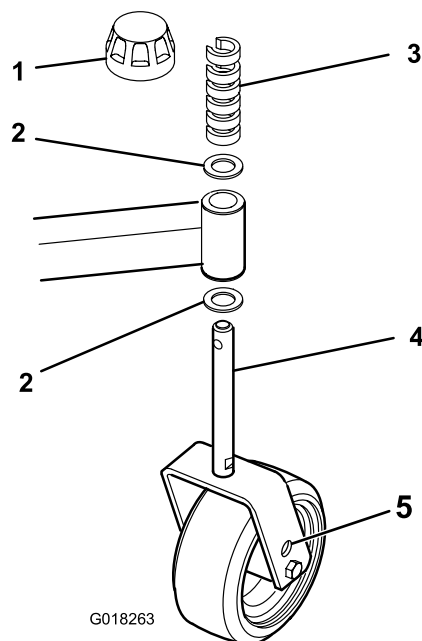

Figura 10
2. Coloque los ejes de las ruedas giratorias en el mismo taladro en todas las horquillas. Consulte Figura 8, Figura 9 y Figura 10 para saber cuáles son los taladros adecuados para esta configuración.
1. Retire el casquillo tensor del eje de la rueda (Figura 10).